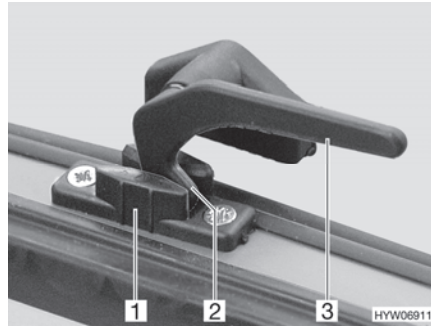

Bild 47 Låsarm i läget "kontinuerlig vädring"
- I läget "kontinuerlig vädring" (Bild 47)
- Sväng låsarmen (Bild 47,3) ett kvarts varv mot fönstrets mitt.
- Vrid tillbaka alla låsarmar. Därvid måste låsspaken (Bild 47,2) föras in i spåret på fönsterlåset (Bild 47,1).